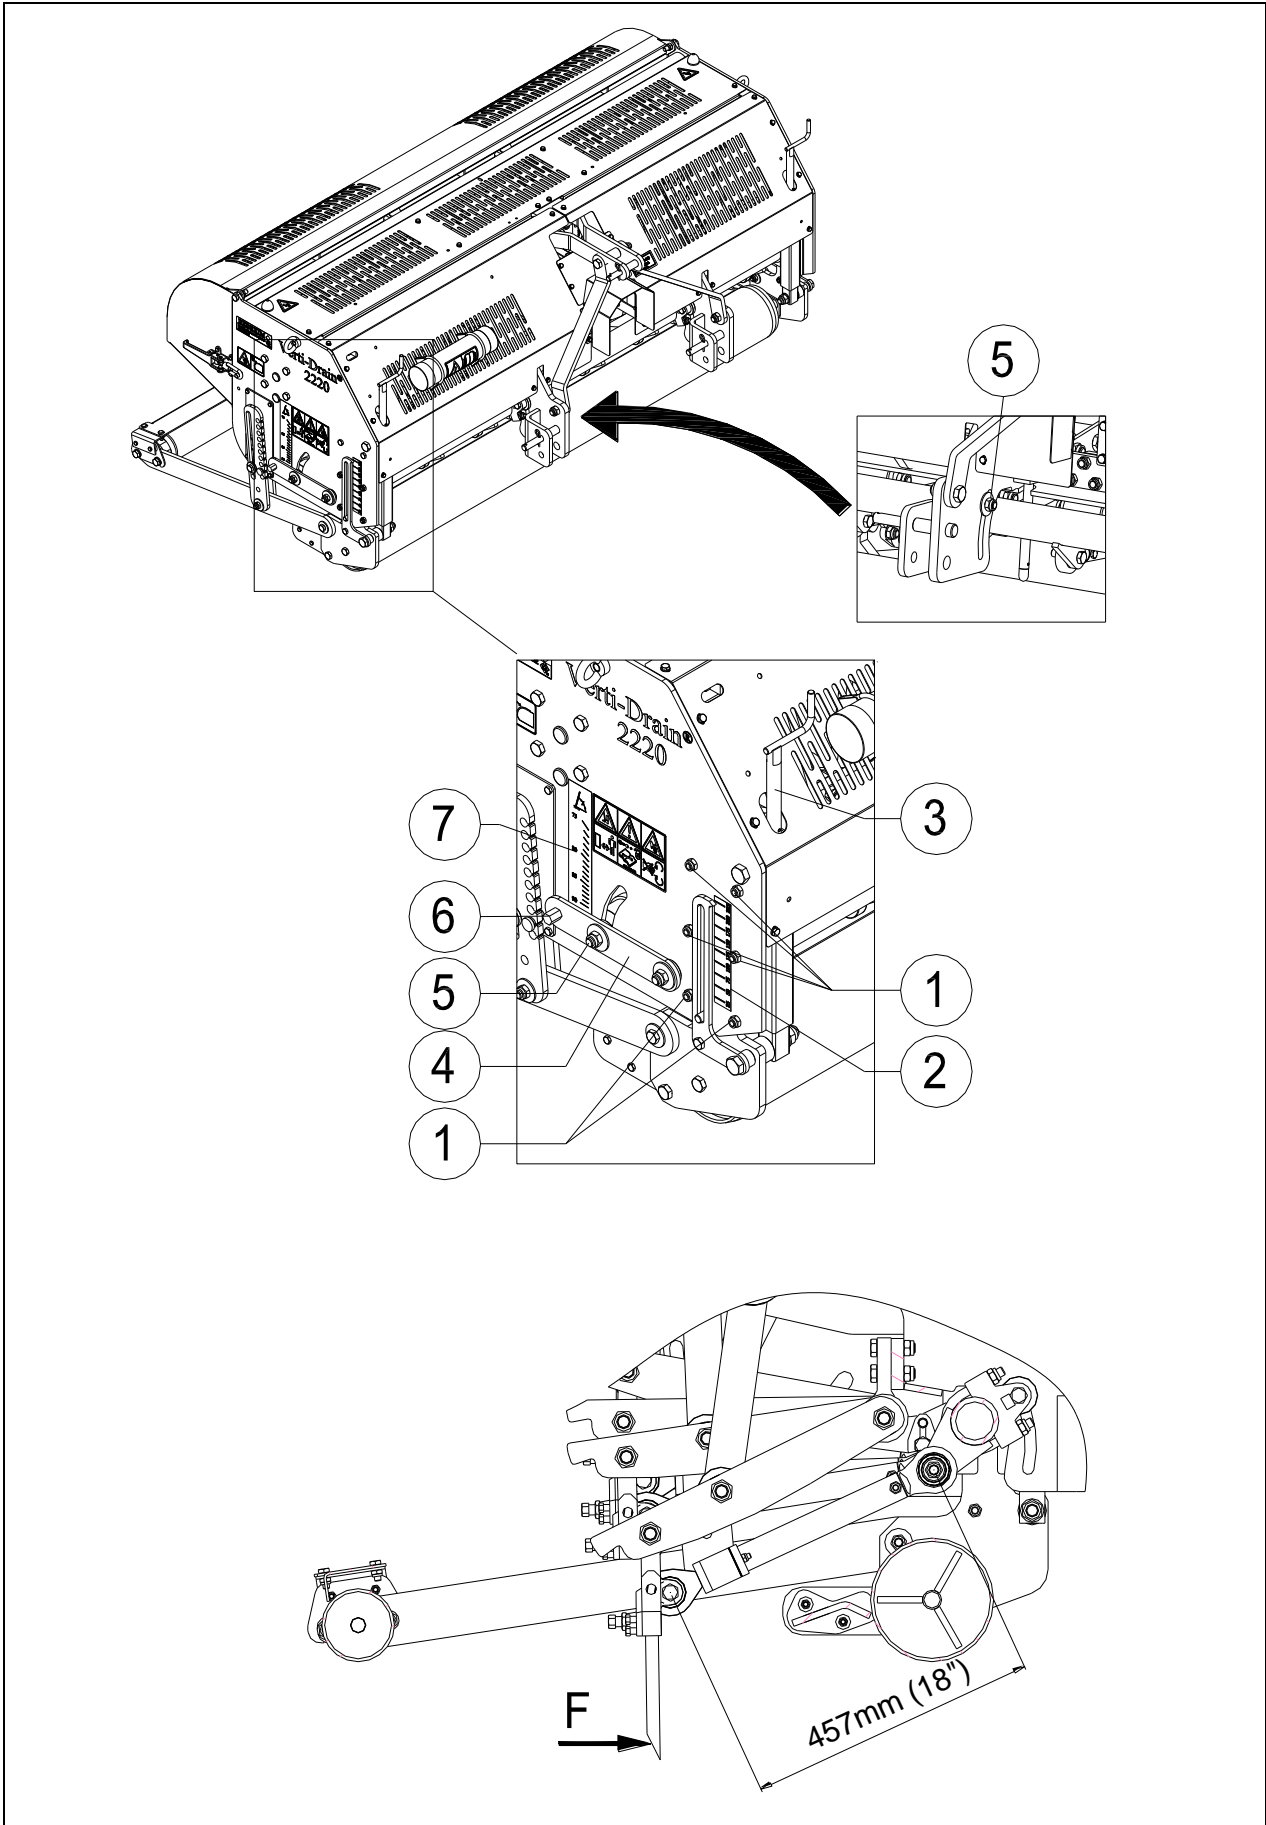
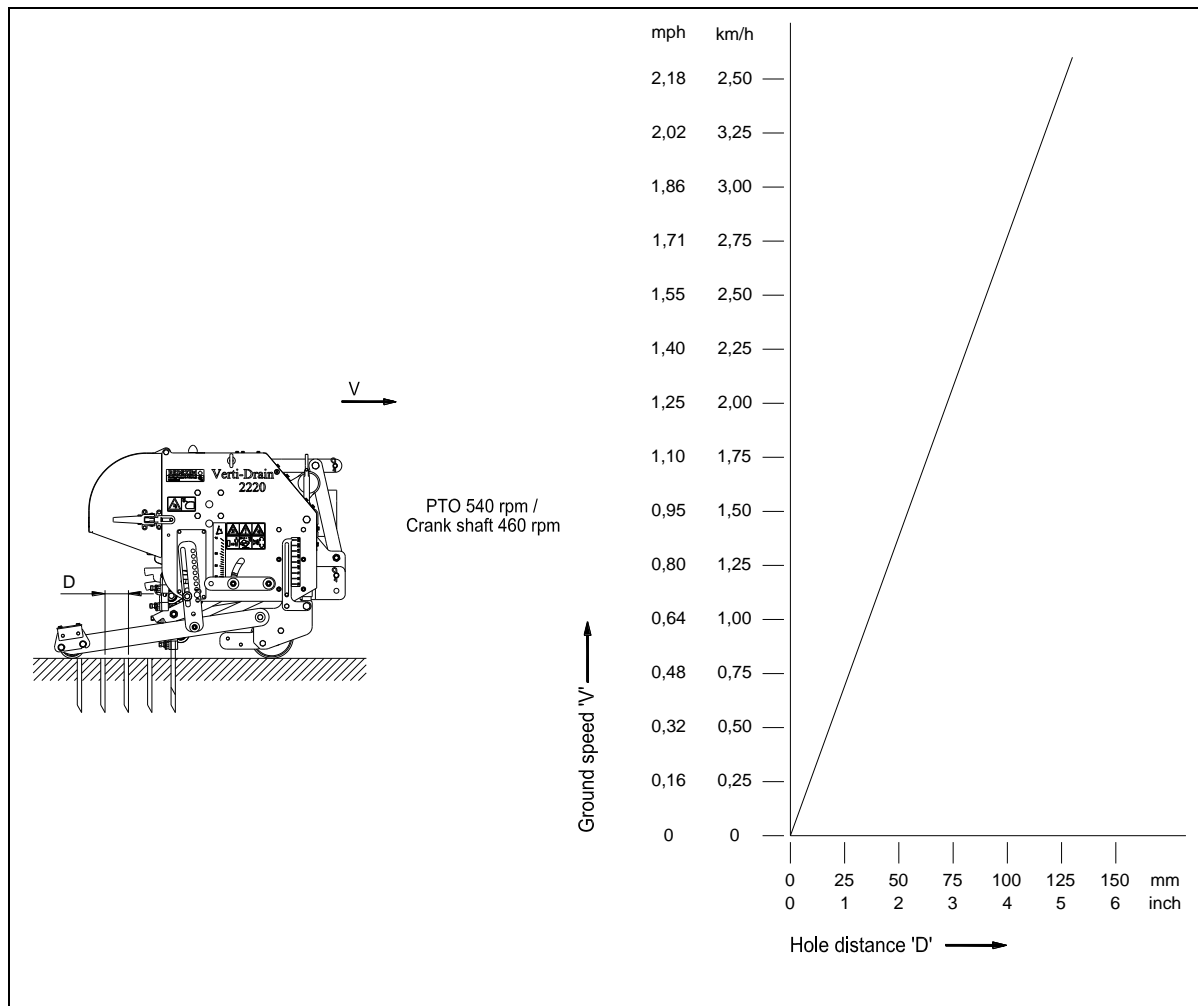

Fig. 10
Abb. 11
Die Arbeitstiefe eingestellt werden, wenn die Maschine gehoben werden, siehe Abbildung 10. Die Muttern nacheinander wiederum auf beiden Seiten der Maschine.
Alle Zinken können mit den Hebeln 4 an der Seite der Maschine gleichzeitig verstellt werden; siehe Abb. 10. Heben Sie die Maschine etwas an und lösen Sie die Mutter 5 an beiden Seiten der Maschine. Verstellen Sie den Winkel, indem Sie den mitgelieferten Ringschlüssel auf das Sechseck 6 des Hebels 4 setzen. Auf dem Indikator 7 kann der Winkel abgelesen werden. Nehmen Sie den mitgelieferten Ringschlüssel wieder ab und drehen Sie anschließend die Kontermutter 5 wieder fest.
-  Bei einer Einstellung von 90° dringen die Zinken lediglich senkrecht in den Boden ein, wenn die Maschine korrekt eingestellt ist, siehe Abb. 10. Wenn die Einstellung nicht korrekt ist, kann eine Kraft F, siehe Abb. 11, entstehen, die die Maschine beschädigt.
Der Lochabstand D, siehe Abb. 11, in Fahrrichtung wird durch die Fahrgeschwindigkeit bestimmt. Wenn der Kunde einen kleinen Lochabstand wünscht, muss ausreichend langsam gefahren werden können, was von dem Traktor abhängt.